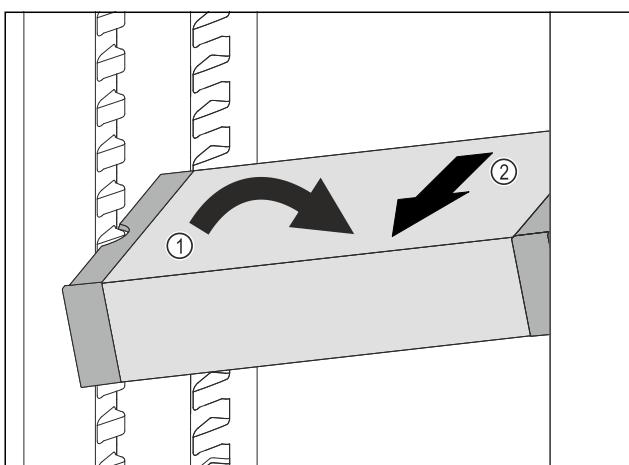

Fig. 102
- VarioSafe postavte v chladničke šikmo. Fig. 102 (1)
- VarioSafe vyberte dopredu. Fig. 102 (2)